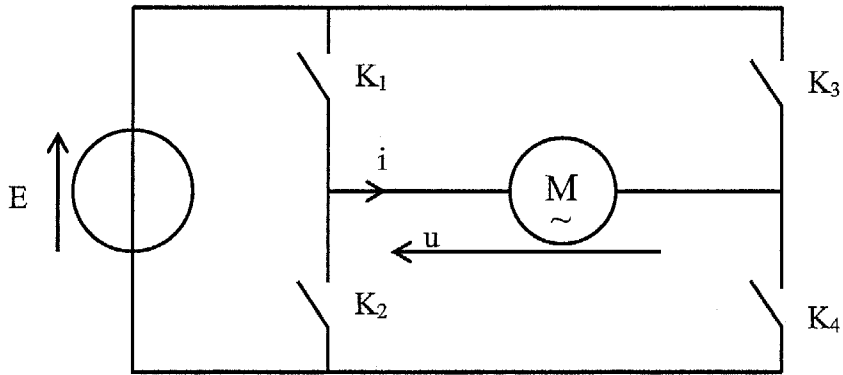

Figure 3
Le schéma de principe est représenté sur la figure 3 du document réponse n°2 page 6.
- 2.1. Représenter le câblage du voltmètre sur la figure 3 du document-réponse n°2 page 6.